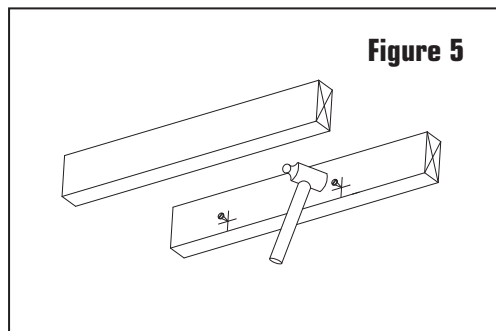

Figure 5
4. Retirer le boîtier et enfoncer les vis à mi-course dans les solives, aux endroits marqués. (Figure 5)